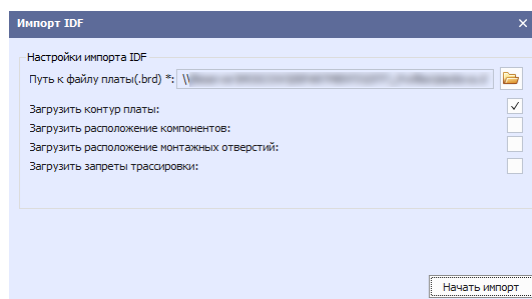

Рис. 86 Импорт в формате idf
4. Указать в окне «Импорт IDF» путь к файлу, из которого необходимо импортировать данные, см. Рис. 86.